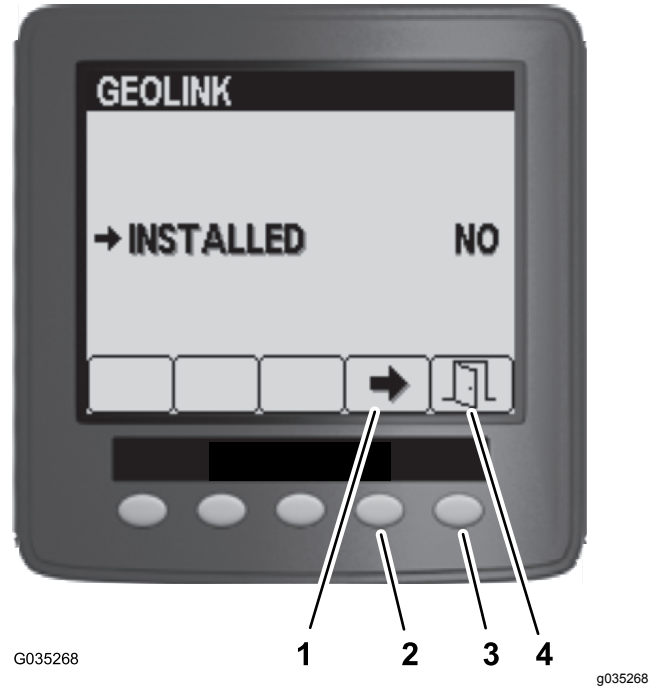

Bild 102
5. Auf dem GeoLink-Menü: Drücken Sie die Taste 4, um die Option „Nein“ auszuwählen. Drücken Sie die Taste 5, um die Einstellungen zu speichern und das Menü zu beenden (Bild 102).